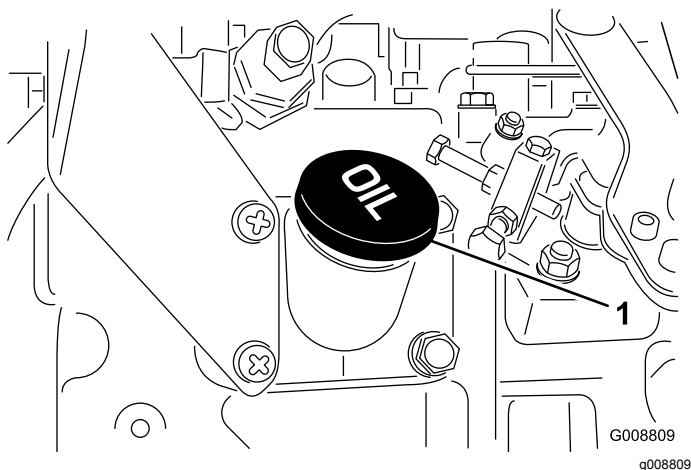

Figura 52
4. Se o nível de óleo se encontrar abaixo da zona de segurança, deverá retirar a tampa de enchimento (Figura 52) e adicionar óleo até que o nível atinja a marca Cheio.